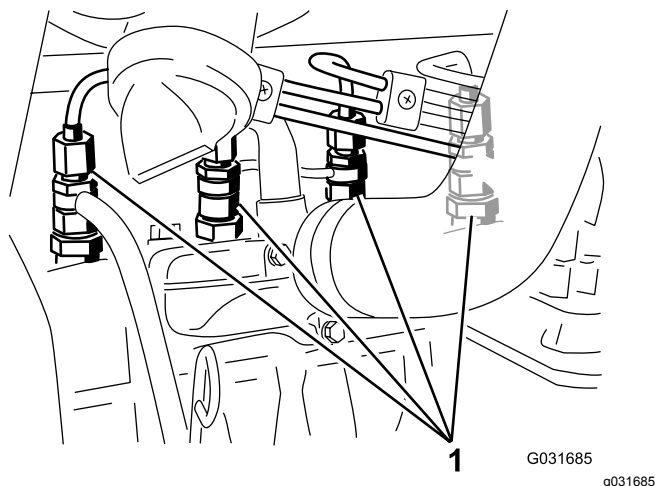

Рисунок 41
1. Ослабьте соединение трубки к соплу № 1 и держателю в сборе (Рисунок 41).